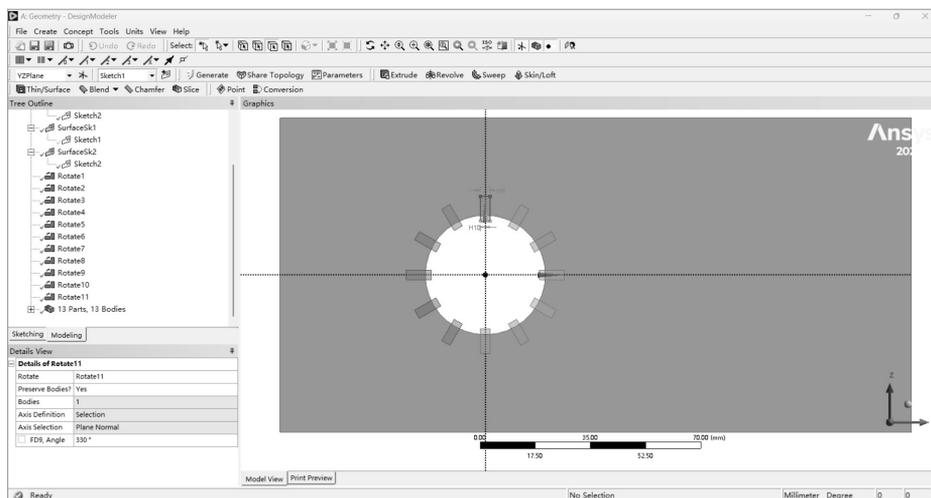

图 2-38 创建旋转面
(12) 在菜单栏中单击 Create 菜单，选择 Body Transformation 中的  Rotate (旋转) 命令，在弹出的“旋转”对话框中设置 Preserve Bodies 为 Yes，Bodies 为上面创建的 SurfaceSk2，Axis Selection 为 x 轴，Angle 为 30° ，然后单击 Generate (生成) 按钮  生成 Rotate1。采用同样的步骤，Angle 输入 60° 、 90° 、 120° 、 150° 、 180° 、 210° 、 240° 、 270° 、 300° 、 330° ，依次生成 Rotate2 ~ Rotate11，如图 2-38 所示。